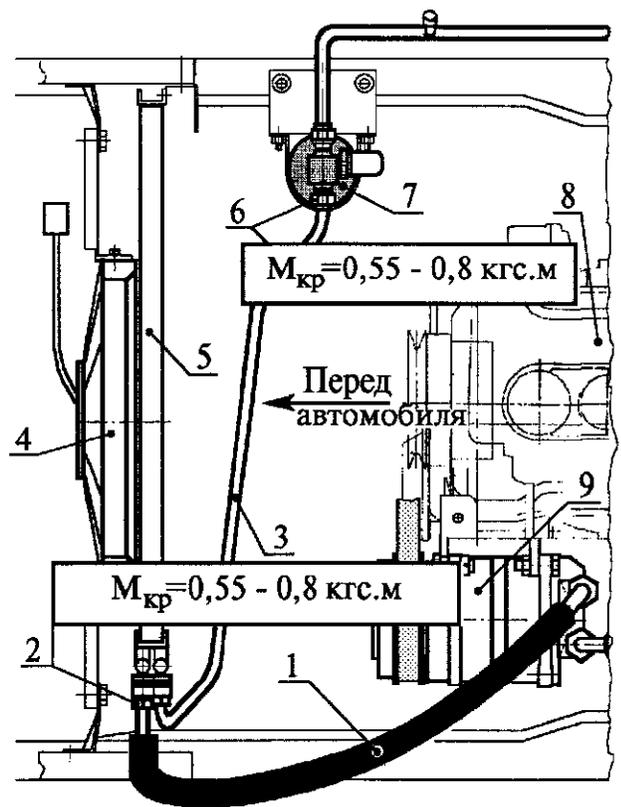

Рис. 38. Подсоединение нагнетающего шланга к конденсатору и отводящей трубки конденсатора к ресиверу на автомобиле ГАЗ-3110:
5.25.4. Подсоединить нагнетающий шланг 1 (рис. 38) к штуцеру конденсатора 5 и отводящую трубку 3 конденсатора к штуцеру ресивера 7 в последовательности, обратной снятию (см. пп. 4.3.1, 4.3.2), при этом руководствоваться следующими техническими требованиями: